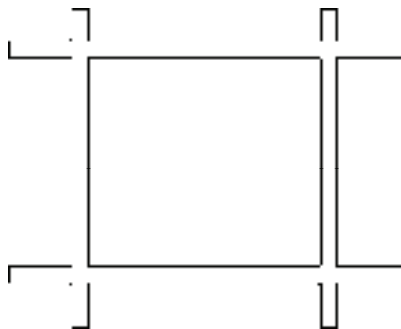

图 3-100 墙端封口
3) 按〈Enter〉键, 即可完成墙端封口操作, 结果如图 3-100 所示。